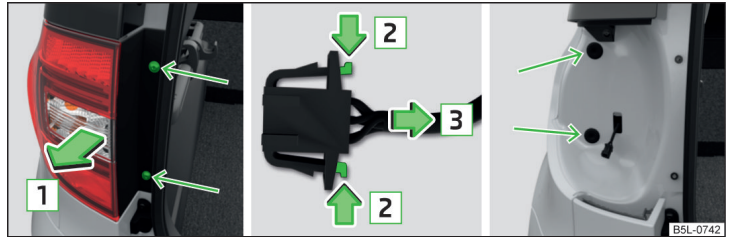

Fig. 204 Démontage des lampes / retrait de la fiche
- Dévissez la lampe à l'aide du tournevis faisant partie de l'outillage de bord » fig. 204.
- Saisissez la lampe et retirez-la avec précaution dans le sens de la flèche 1 par des mouvements d'oscillation » fig. 204.
- Insérez l'ampoule dans les logements de la carrosserie » fig. 204.
- Vissez à fond la lampe avec les vis » fig. 204.